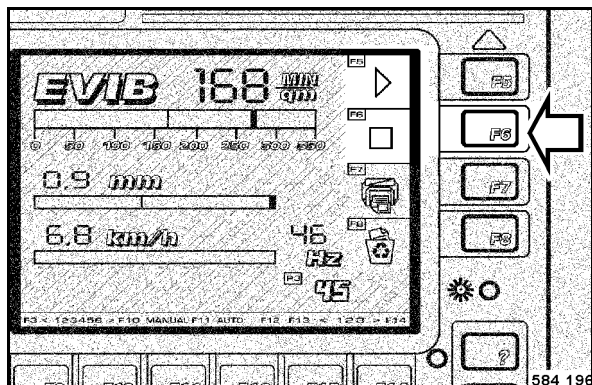

fig. 98
- Lors du passage de la fin de la piste, repère 2, appuyer sur la touche F6 "STOP" (fig. 98).